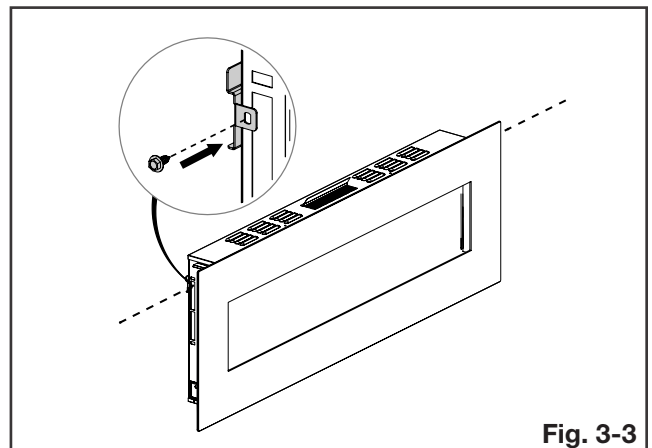

Fig. 3-3
- G. Fixez l'appareil au support de montage à l'aide des vis précédemment retirées en étape D (**Fig. 3-3**).